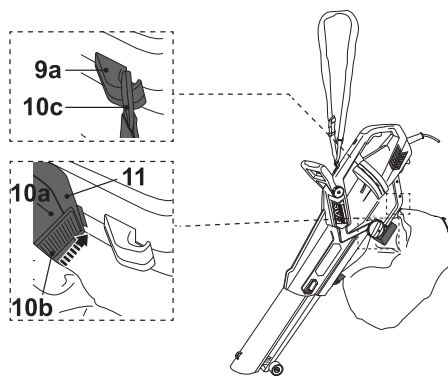

Fig. 5
- > Alinhe o conector (10a) no saco de recolha (10) com o bocal de saída (11) e insira-o no lugar. Assegure-se de que os trincos encaixam no lugar. (Fig. 5)
- > Anexe a alça de suspensão traseira (10c) ao gancho traseiro (9a) (Fig. 5).